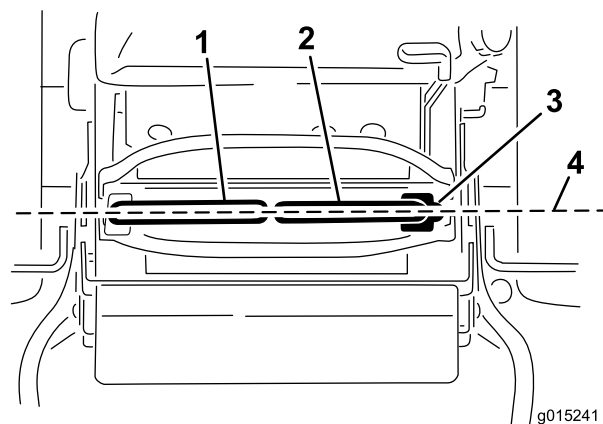

Figura 27
5. Gire la rueda de ajuste del cable derecho hasta que la palanca de control de movimiento derecha quede posicionado en el centro de la ranura de bloqueo/punto muerto del panel de control (Figura 27).